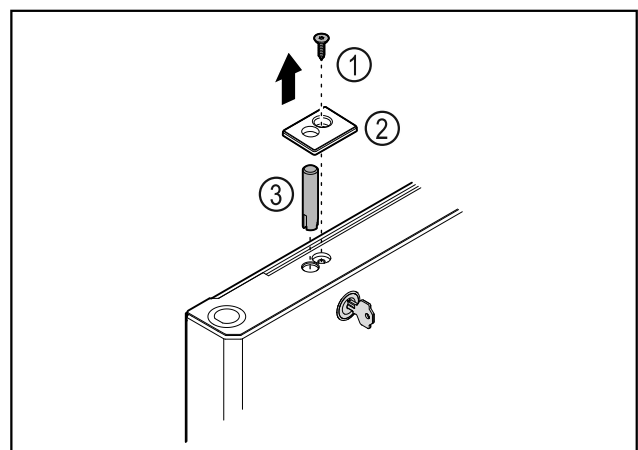

Fig. 42
- ▶ Retirer la vis Fig. 42 (1).
- ▶ Décrocher le cache Fig. 42 (2) avec un petit tournevis et le retirer.
- ▶ Retirer l'axe de la serrure Fig. 42 (3).